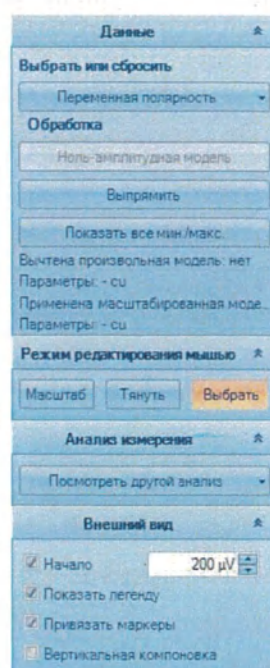

Рис. 106 Боковая панель для редактирования результатов
5. Боковая панель (рис. 106) позволяет редактировать и обрабатывать результаты.